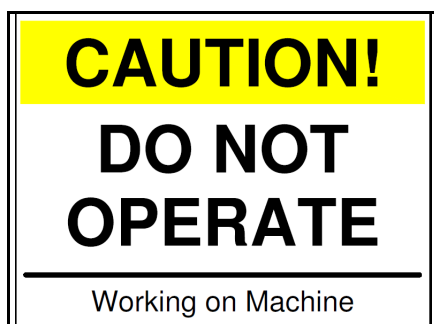

図 2-12: 注意標識
6. モニターに「注意」の標識を付けます（図 2-12 を参照）。
3. モニターに「注意」のマークを付けます (33 ページの図 2-12)。